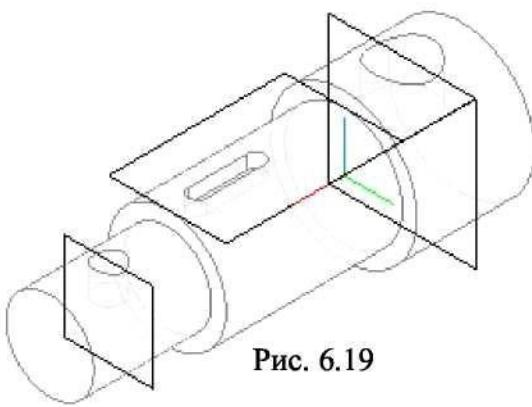

Рис. 6.19
6. Формируем отверстия, используя команду Вырезать вращением с параметрами: Способ построения - Сфероид, Тонкая стенка - Нет (рис. 6.19).